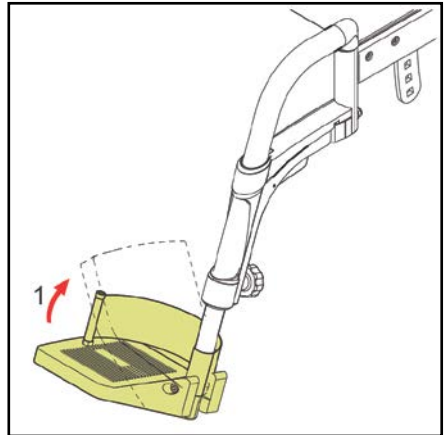

Abb. 6.1
1. Klappen Sie die Fußrasten nach oben (Bild 6.1).